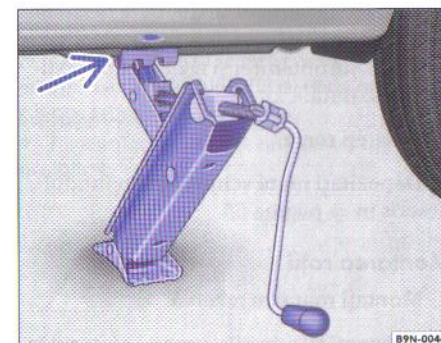

Fig. 28 Cric spate pe partea stângă
4. Ridicați în continuare gheara cricului până când aceasta cuprinde porțiunea verticală ⇒ fig. 28 -săgeata- de sub pragul autovehiculului ⇒ ⚠.
- Gheara cricului trebuie să cuprindă lonjeronul inferior vertical, pentru ca autovehiculul să nu alunece la ridicare ⇒ fig. 28 (săgeata).